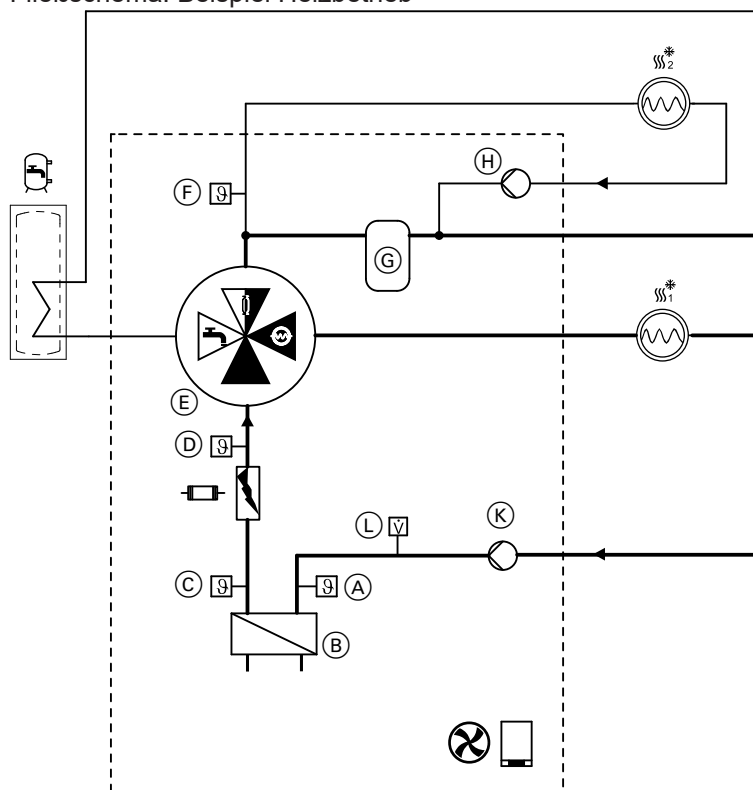

Abb. 12
- Der Volumenstrom kann sich bei dieser Stellung des 4/3-Wege-Ventils aufteilen in Richtung Heiz-/Kühlkreis 2 und integrierter Pufferspeicher. Da der Volumenstromsensor (falls vorhanden) nur den gesamten Volumenstrom erfassen kann, ist der in ViGuide App angezeigte Wert in Bezug auf den Heiz-/Kühlkreis 2 ggf. nicht korrekt: Siehe Abb. 12.